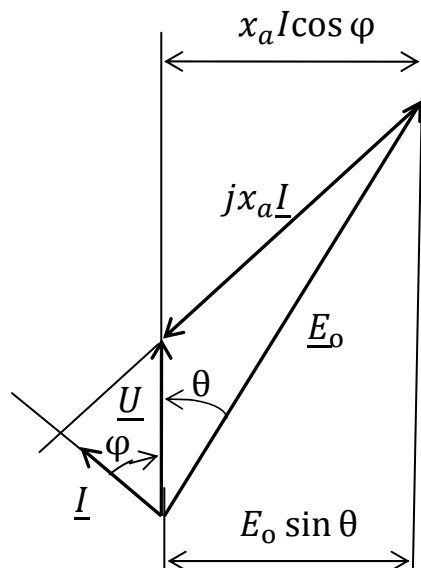

Рис. 4.2
2. Для построения векторной диаграммы напряжений, ЭДС и тока (рис. 4.2) согласно уравнению электрического состояния фазы обмотки статора